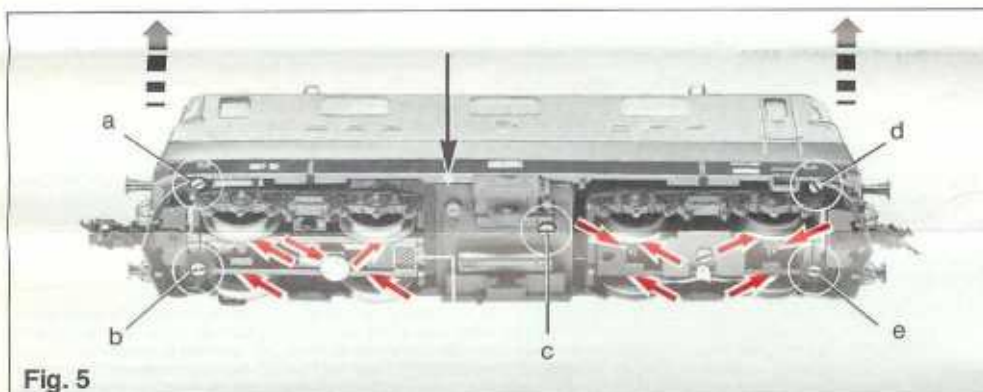

Fig. 5
\* Dieser Stern bezeichnet die Masse-führende "gemeinsame Seite" der Lok (Fig. 5).
**Öffnen:** Ein Öffnen der Lok ist nur zum Lampenwechsel, Schleifkohlenwechsel und Ölen der Motor- und Getriebe-lager erforderlich (Fig. 5).
**Ölen:** Geölt werden Motor und Getriebe nur an den gekennzeichneten Lagerstellen (Fig. 5, 6, 7).
**To open:** One only needs to open the locomotive, to replace bulbs, to replace carbon brushes, to oil the motor and gear-box axles (fig. 5). Remove the screws **a, b, c, d** and **e**. Carefully lift the body upwards.
**Lubrication:** The motor and gear-box need only be lightly oiled at the bearing points marked (fig. 5, 6, 7). Only use FLEISCHMANN oil 6599. Only put a tiny drop in each place (→), otherwise it will be overoiled. An applicator needle is located in the cap of the oil bottle for your use.
\* This star indicates the so called "common side" of the loco (fig. 5).
**Le démontage:** Le démontage de la locomotive est uniquement nécessaire pour le remplacement des ampoules des balais ainsi que pour le graissage du moteur et des engrenages (fig. 5).
**Graissage:** Le moteur et les engrenages doivent être huilés uniquement aux endroits indiqués (fig. 5, 6, 7). N'utilisez que l'huile recommandée FLEISCHMANN 6599. Une seule goutte par point à lubrifier (→) afin d'éviter tout excès. L'aiguille montée dans le bouchon du petit flacon convient parfaitement à cet usage.
\* Cette étoile indique le côté "masse" de la locomotive, qui est "commun" aux deux alimentations ci-dessus (fig. 5).
**Het openen van de loc:** Het openen van de loc is alleen nodig bij het wisselen van de lampen en de koolborstels, het oliën van de motoren en de tandwielen (fig. 5). De schroeven **a, b, c, d** en **e** verwijderen. De kap van de locomotief loodrecht naar boven trekken.
**Olieën:** De motor en de aandrijving hoeven alleen op de aangegeven plaatsen geolied te worden (fig. 5, 6, 7). Alleen FLEISCHMANN-olie 6599 gebruiken. Een klein druppeltje per smeerpunt (→) is heus voldoende, anders wordt de zaak te vet. Voor een juiste dosering het spuitje gebruiken dat wordt bijgeleverd in het olieflesjes.
\* Deze ster kenmerkt de massa-voerende "gemeenschappelijke kant" van de loc (fig. 5).
**Öppning:** Öppning av locket fordras endast vid lampbyte, kolbyte, inlojning av motor- och drivlager och vid byte av koppel (fig. 5). Skruvarna **a, b, c, d** och **e** avlägsnas. Lökkåpan dras rakt upp.
**Inlojning:** Motor och drev inlojas endast på de visade lagren (fig. 5, 6, 7). Använd bara **FLEISCHMANN**-olja **6599**. Endast en droppe per ställe (→); annars blir det för mycket. Använd nålen, som är fast i locket till oljeflaskan får dosering.
\* Denna stämma betecknar lokets "viktförande" sida (fig. 5).
**Apertura:** L'apertura della locomotiva si richiede solo per il cambio delle lampade, per la sostituzione delle spazzole di carbone di contatto, per oliare i cuscinetti del motore e dell'ingranaggio (fig. 5). Rimuovere le viti **a, b, c, d** e **e**. Sfilare la carcassa della locomotiva verticalmente in alto.
**Lubrificazione:** Il motore e l'ingranaggio vengono lubrificati solo nei punti contrassegnati dei supporti (fig. 5, 6, 7). Utilizzare solo olio **FLEISCHMANN 6599**. Usare soltanto una piccola goccia per ogni punto di oliatura (→), altrimenti si rischia di oliare troppo. Per il dosaggio utilizzare l'ago di cui è provvisto il tappo di chiusura del flacone dell'olio.
\* Questo asterisco contrassegna il "fato comune" della locomotiva che conduce a massa (fig. 5).